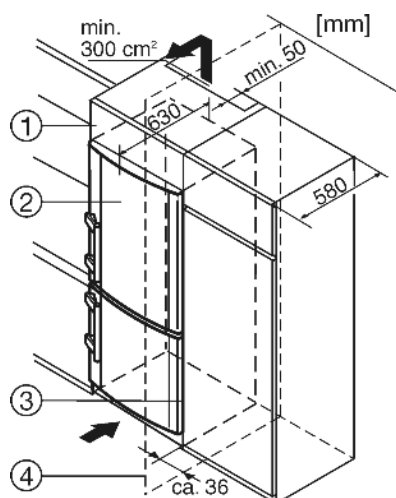

Fig. 4
Устройство может быть окружено предметами кухонной обстановки. Чтобы урвать устройство Fig. 4 (2) по высоте с кухонной стенкой, можно установить над устройством соответствующий дополнительный шкафчик Fig. 4 (1).
При комбинировании с обычными кухонными шкафами (глубиной макс. 580 мм) устройство можно установить непосредственно рядом с кухонным шкафом Fig. 4 (3). Дверца устройства выступает по сторонам на 34 мм и по центру устройства на 50 мм относительно передней стенки кухонного шкафа. Поэтому ее можно свободно открывать и закрывать. Важно для вентиляции:
Если устройство установлено на шарнирах у стены Fig. 4 (4), то расстояние между устройством и стеной должно быть не менее 36 мм. Настолько выступает ручка при открытой дверце.